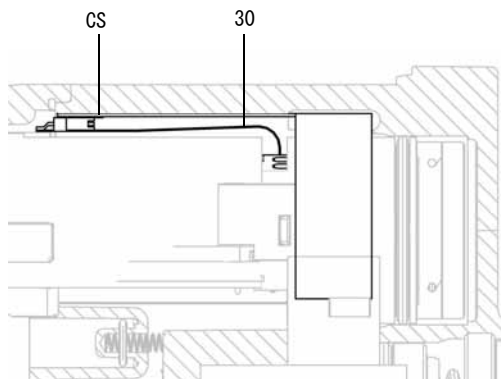

図 37. フレキシブル回路の接続
5. 電源 (7) をタービン (8) から分離させるには、3 線リボンコネクタ (PC) を電源から外します。図 37 を参照してください。
8. 電源 / タービンアセンブリを、ガン本体 (10) に挿入します。接地ストリップ (EE) がガン本体に接していることを確認してください。
Smart モデルのみ : 6 ピンフレキシブル回路 (30) のコネクタの位置をガン本体上部のソケット (CS) と合わせます。図 37 を参照してください。